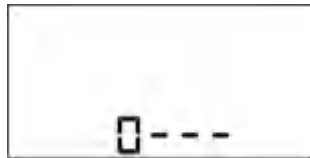

图4 口令输入界面
- 1) 在控制器待机状态下同时按下   后，进入口令输入界面（图 4）。此时第一位数字闪烁。